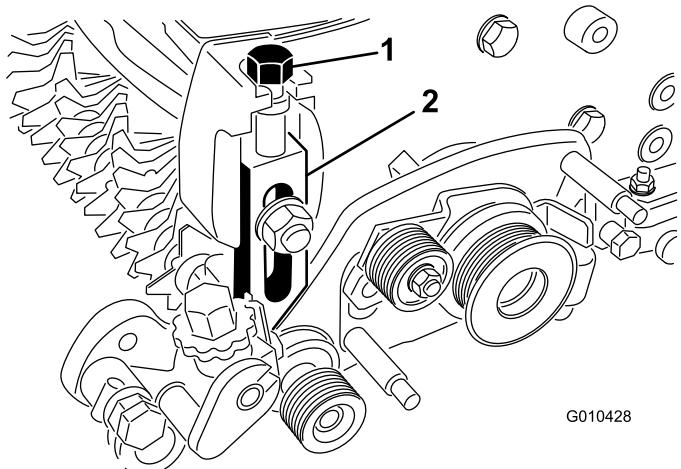

Figura 14
- Avvitate il bullone di regolazione dell'altezza di taglio nella parte superiore del gruppo del braccio regolatore sinistro (Figura 14).
- Installate il gruppo braccio regolatore sinistro sulla piastra laterale dell'apparato di taglio utilizzando il bullone a testa tonda, il dado e la rondella esistenti (Figura 14).
- Avvitate la vite di regolazione dell'altezza di taglio nella parte superiore del gruppo del braccio regolatore destro (Figura 14).
- Installate il gruppo braccio regolatore destro sulla piastra laterale dell'apparato di taglio utilizzando il bullone a testa tonda, il dado e la rondella esistenti (Figura 14).